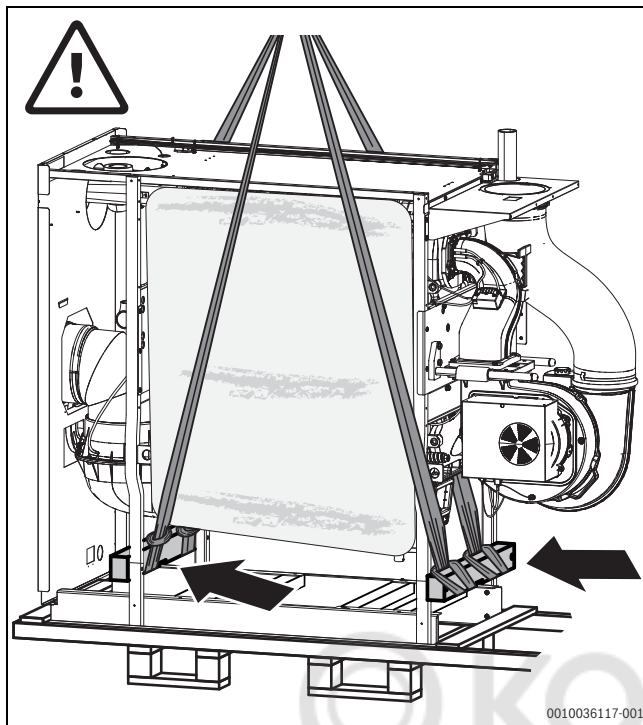

Рис. 12 Проводка строп через раму
- ▶ Закрепите стропы (круглые петли) на транспортных поддонах, вдоль рамы котла поднимите вверх и подвесьте за крюки крана (→Рис. 12).